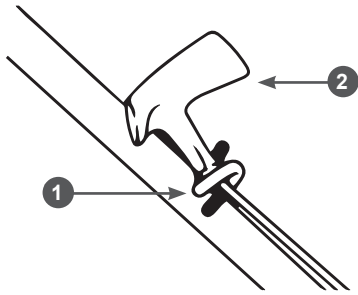

Рис. 5. Крепление ручки стартера на рукоятке
6. Закрепите ручку стартера на кронштейне крепления ручки стартера, как показано на Рис. 5